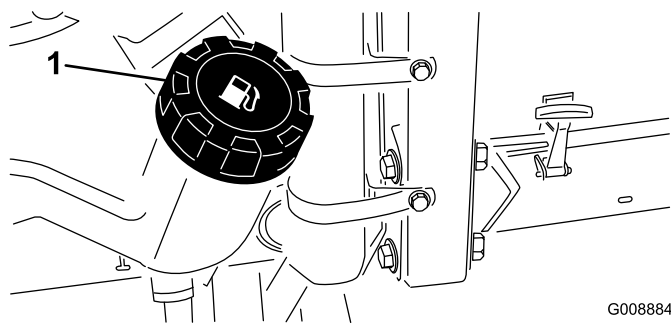

Figure 28
2. Nettoyez la surface autour du bouchon du réservoir de carburant (Figure 28).